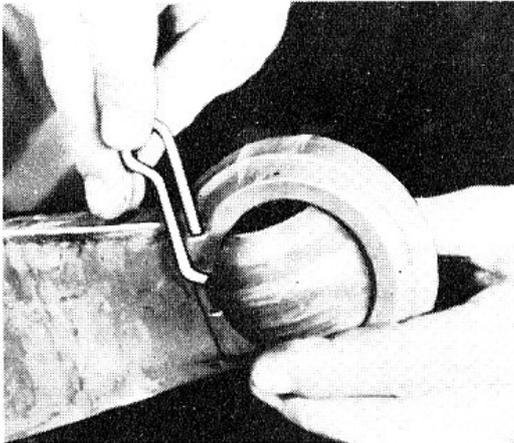

FIG. 8
1. Tirer la goupille élastique (Fig. 8) vers le haut comme illustré.